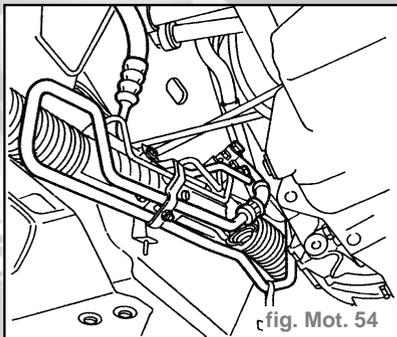

fig. Mot. 54
- Débrancher les deux raccords d'huile de direction assistée du carter de direction en les dégageant de leur étrier anti-vibrations (fig. Mot. 54).